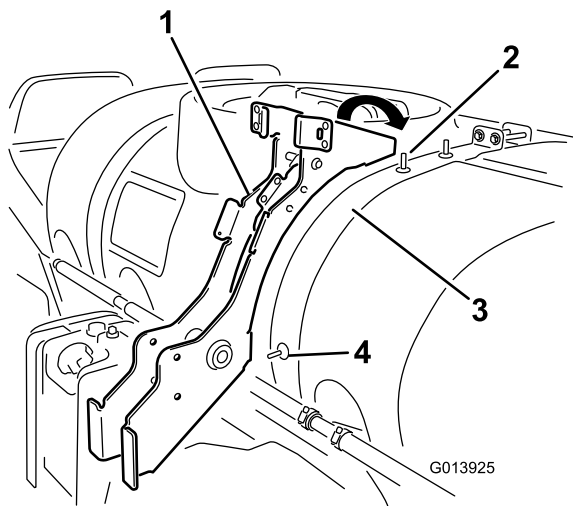

Figura 9
3. Instale a estrutura sobre a correia do depósito alinhando o furo inferior na estrutura com o parafuso exposto no lado da correia do depósito e o furo superior com o parafuso superior na correia do depósito como se mostra em Figura 9.